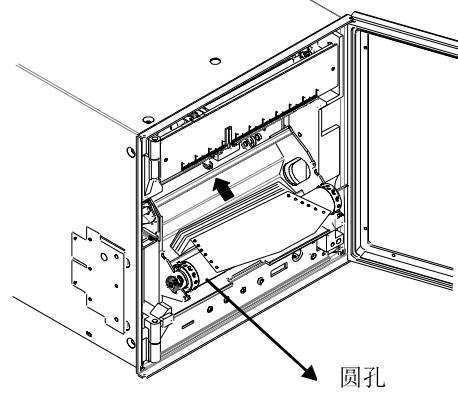
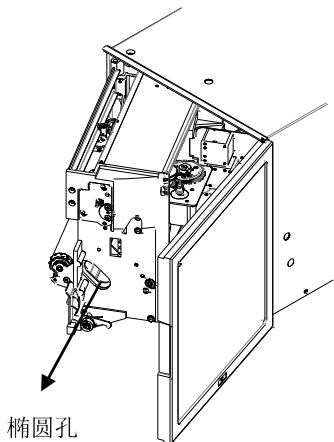

图 5-4 记录纸的插入
图 5-5 记录纸的取出
- (4) 将记录纸的圆孔朝左，纸末端的三角部分稍稍拉向前，再插入。并将记录纸按图 5.4 中箭头放入存纸盒。如果再需取出记录纸，先拉出机芯，如图 5.5 所示，把手指之插入椭圆形孔，托起记录纸取出。
- (5) 把记录纸拉出七折，将存纸盒复位。
- (6) 将记录纸上的孔与滚筒钉相咬合，弹簧部分往右侧，挂上压纸辊。
- (7) 在记录纸的收纸盒中央，整齐地放下五折记录纸。要检查示范收纸部分的左右间隔相等。
- (8) 要使记录纸左端的时间坐标与当时的时刻相一致，避免链轮空转，让链轮倒转可使笔尖和时刻显示一致。在对时间时，如不要记录，只需要让存纸盒处于脱开状态即可。
- (9) 关门时，要看清记录纸是否被挡板、测量点指示牌卡住。请务必关好门再行记录。